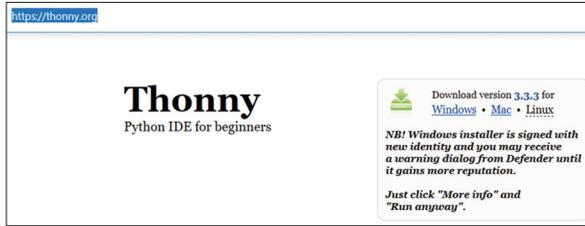

Figure 2.2 : cliquez pour installer Thonny.
- Téléchargez la dernière version de Thonny pour Windows et installez-la (voir **figure 2.2**). Vous pouvez sélectionner la langue de l'interface, le français est proposé.